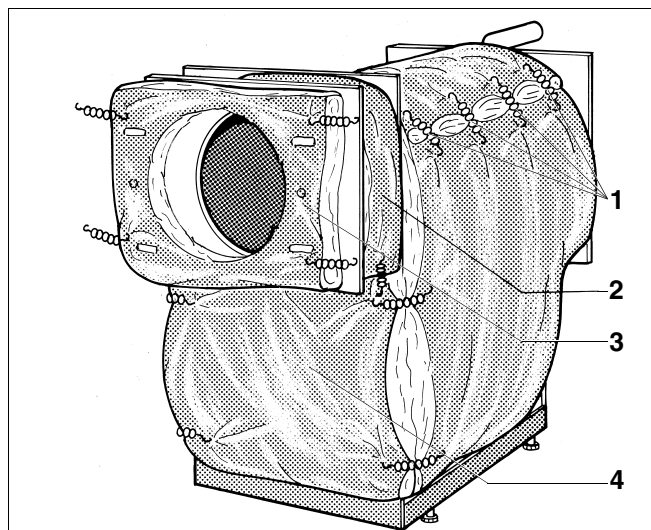

Fig. 6 Fastgørelse af varmebeskyttelse
- Læg isoleringsmåtterne, så de overlapper omkring kedelkroppen, og fastgør dem med 4 spændefjedre (fig. 6, **pos. 1**).
- Hægt den øverste isoleringsmåtte (fig. 6, **pos. 3**) på hængselkroge i slidserne.
- Læg den nederste isoleringsmåtte til forvæggen imod (fig. 6, **pos. 4**), og fastgør den med 4 spændefjedre til den omløbende varmebeskyttelse.
- Læg den smalle isoleringsmåtte (fig. 6, **pos. 2**) foroven om kedelkappingen, og fastgør den til højre og venstre med 2 spændefjedre til den nederste isoleringsmåtte.
- Fastgør den øverste isoleringsmåtte til forvæggen (fig. 6, **pos. 3**) til den smalle isoleringsmåtte (fig. 6, **pos. 2**) med 4 spændefjedre.